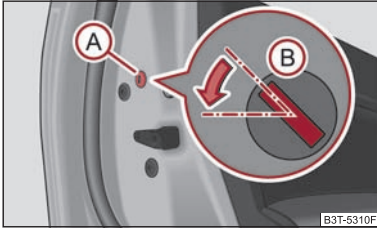

Fig. 29 Ușa din spate: Încuierea de urgență a portierei
- Îndepărtați capacul (A) ⇒ fig. 29.
- Introduceți cheia în fanta (B) și rotiți-o în sensul indicat de săgeată, în poziție orizontală (la portierele din dreapta executați operațiunile în oglindă).